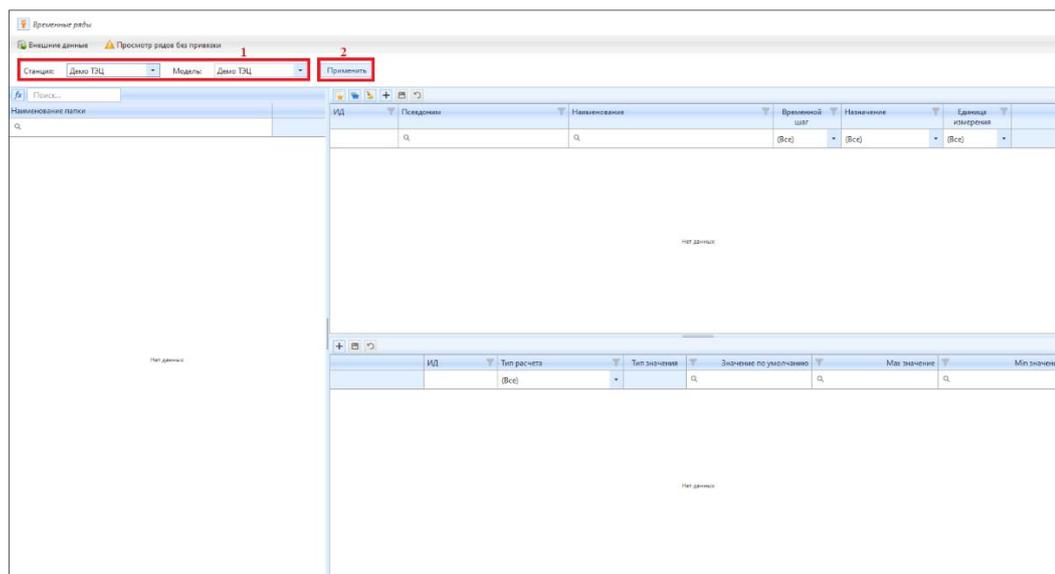

Рисунок 4.2.12 – Внешний вид подраздела «Временные ряды»
Для работы с подразделом в блоке (1) (рис. 4.2.12) выберите наименование станции и наименование модели из выпадающего списка. Нажмите кнопку (2) «Применить» (рис. 4.2.12).